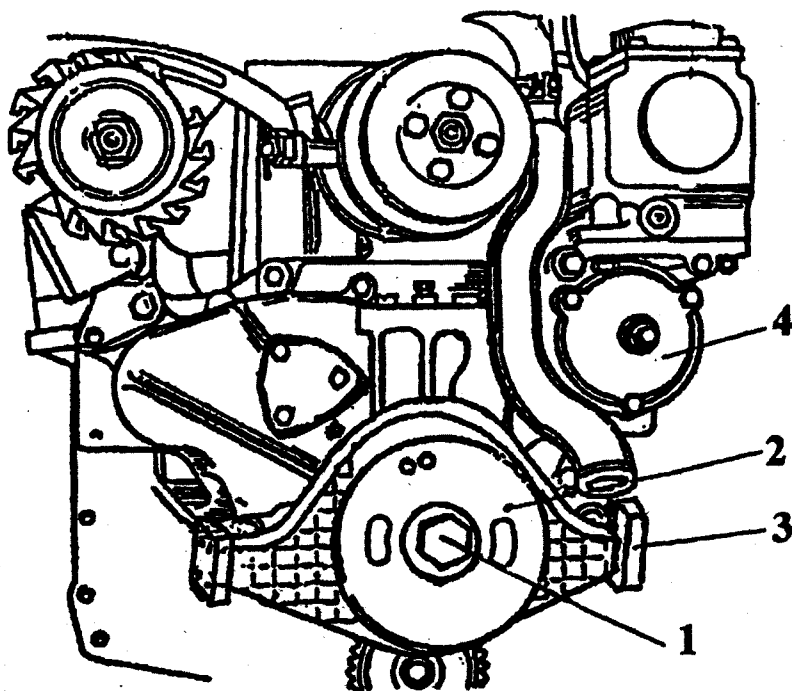

Рис. 8. Снятие передней опоры двигателя, шкива коленчатого вала и лючка
28. Снять болт 1 (рис. 8) и шкив коленчатого вала 2.